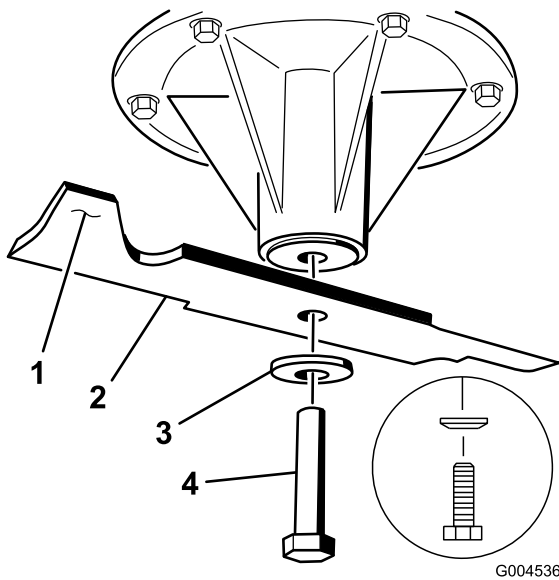

Figura 57
- Para carcasas de corte de 48 pulgadas, retire el perno de la cuchilla, la arandela curva y la cuchilla del eje (Figura 57).
- Si la cuchilla se mantiene horizontal, está equilibrada y puede utilizarse. Si la cuchilla no está equilibrada, rebaje algo el metal en la parte de la vela solamente (Figura 57)
1. Instale la cuchilla en el eje (Figura 57).
Importante: La vela de la cuchilla debe apuntar hacia arriba y hacia el interior del cortacésped para asegurar un corte correcto (Figura 57).
2. En carcasas de corte de 48 pulgadas, instale la cuchilla, la arandela curva y el perno de la cuchilla (Figura 57).